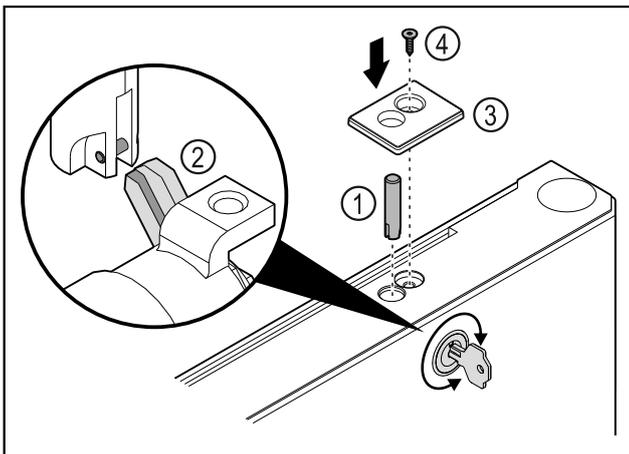

Fig. 45
- Schlossbolzen Fig. 45 (1) einsetzen.
- Schloss leicht drehen, damit Schlossbolzen Fig. 45 (2) in Schlitz von Schloss einrastet.
- Abdeckung Fig. 45 (3) einsetzen.
- Schraube Fig. 45 (4) einsetzen.